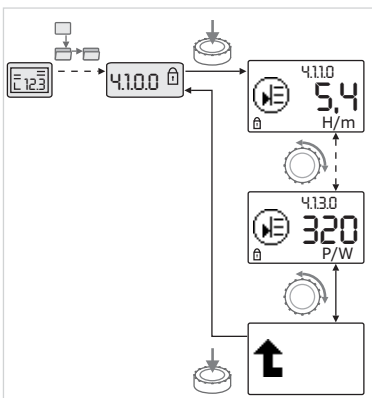

Fig. 33: Activar informações
- Ao rodar o botão branco pode-se comandar elementos de menu do tipo "Informação" do submenu actual (ver fig. 33). A explicação das regulações representadas pelos símbolos encontra-se na tabela do capítulo 8.7 "Elementos de menu de referência" na página 215.